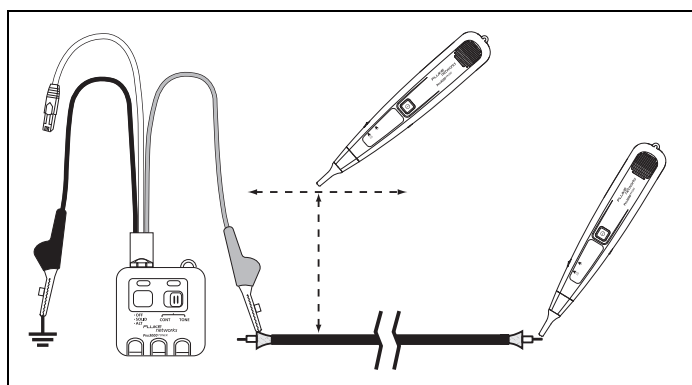

Figura 3. Tracciamento dei cavi
- 2 Collegare il conduttore per test rosso ad un filo del cavo sconosciuto (Figura 3).